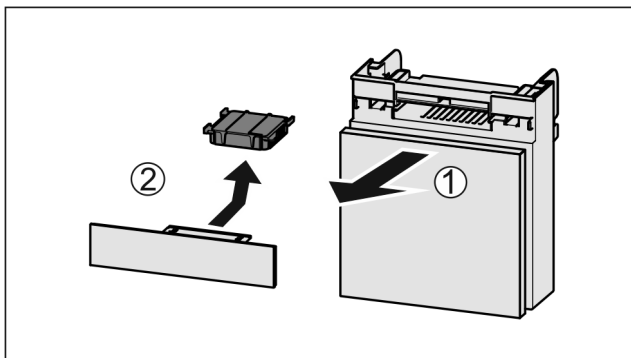

Fig. 175
- ▶ Estrarre il vano tirando in avanti Fig. 175 (1).
- ▶ Rimuovere il filtro a carboni attivi Fig. 175 (2).